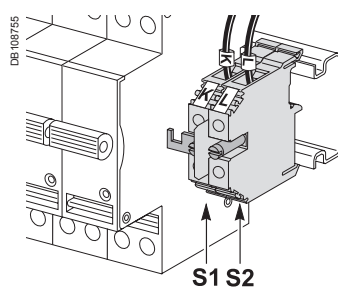

Fig. 7 : raccordement du TC au bornier.
Le transformateur de courant à tore ouvrant doit être installé en un point amont de l'installation à compenser, c'est à dire à l'extérieur de l'équipement pour mesurer le courant total de l'installation. Raccorder la filerie en provenance du transformateur de courant sur les bornes **K** et **L** (voir schéma électrique : Fig. 7)
- raccorder les informations en provenance du TC, S1 sur la borne **K** et S2 sur la borne **L** du bornier (Fig. 7 et 8).